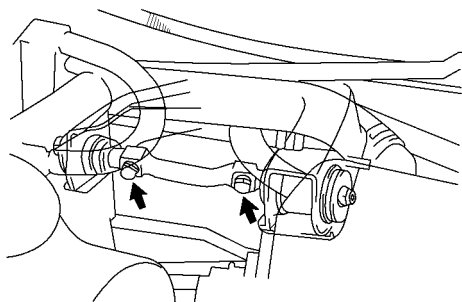

图 14-95 拆下发动机辅助孔的罩盖
2) 拆下 RH 上悬架臂时：如图 14-95 所示，拆下发动机辅助孔的罩盖，再拆下两个螺栓和上悬架臂。